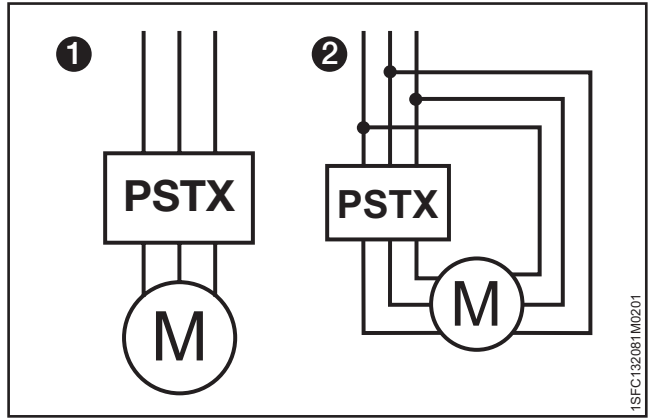
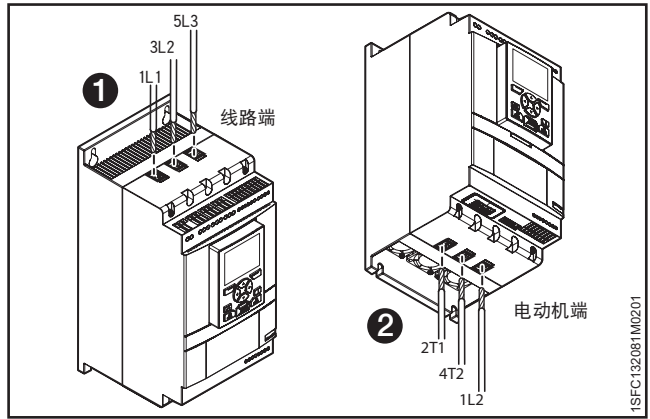

图 5.1 外接 (1) 和内接 (2) 连接方式
图 5.2 外接 (1) 和内接 (2) 连接方式
PSTX30...PSTX1250 软起动器可采用外接方式连接（请参见 ① 图 5.1），也可采用内接方式连接（请参见 ② 图 5.1）。对 PSTX30...105 使用导线连接（请参见图 5.2），对 PSTX142...1250 使用端子连接（请参见图 5.3）。
- 将线路端连接到端子 1L1、3L2、5L3，见图 5.2 和图 5.3 中的 ①。
- 将电动机连接到电动机端上的端子 2T1、4T2、6T3，见图 5.2 和图 5.3 中的 ②。